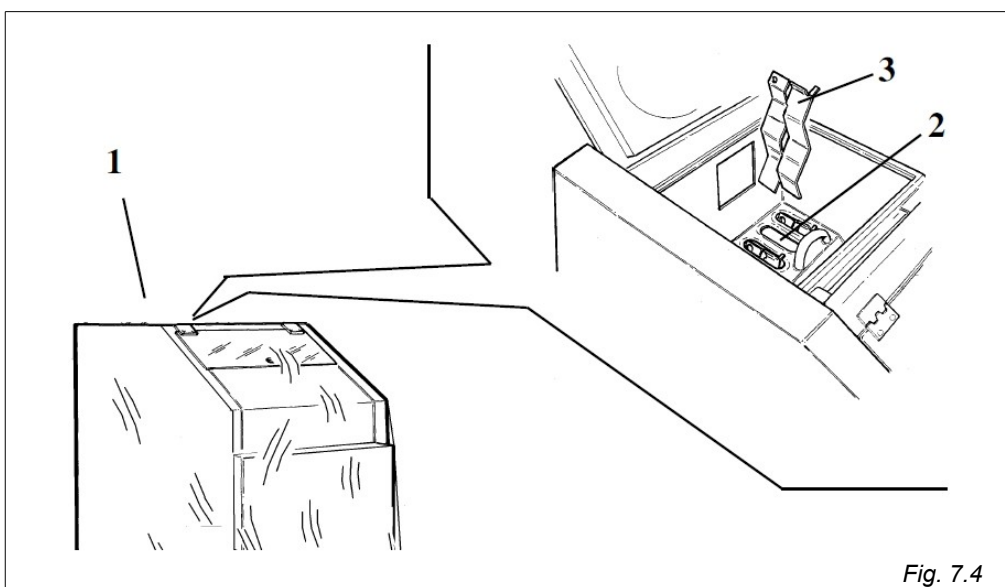

Fig. 7.4
H) Tapa superior (pos.1 fig.7.4).
Desmontable. Sirve para proteger de golpes y poder acceder a la limpieza de los canales de humos y tubuladores (pos.2 fig.7.4) y (pos.3 fig.7.4).
H) Couvercle supérieur (pos.1 fig. 7.4)
Amovible. Sert à protéger contre les brûlures dérivant de la chambre de combustion et à contrôler les canaux (pos.2 fig.7.4) et les chicanes (pos.3 fig.7.4) pour les éventuels entretiens.